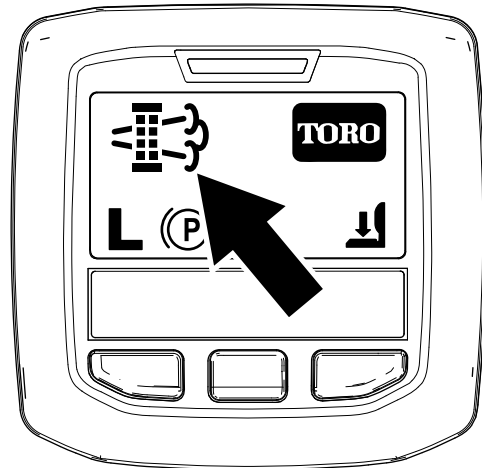

Рисунок 52
- Когда компьютер двигателя запрашивает стационарную или восстановительную регенерацию, на дисплее инфо-центра появляется значок запроса на регенерацию (Рисунок 52).